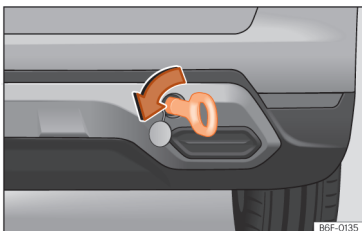

Рис. 168 Установлене буксирувальне вушко
- Укрутіть буксирувальне вушко в паз до упору **проти годинникової стрілки** >>> **рис. 168**, >>> **с. 268**. Щільно затягніть буксирувальне вушко підходящим предметом.
❶ ОБЕРЕЖНО